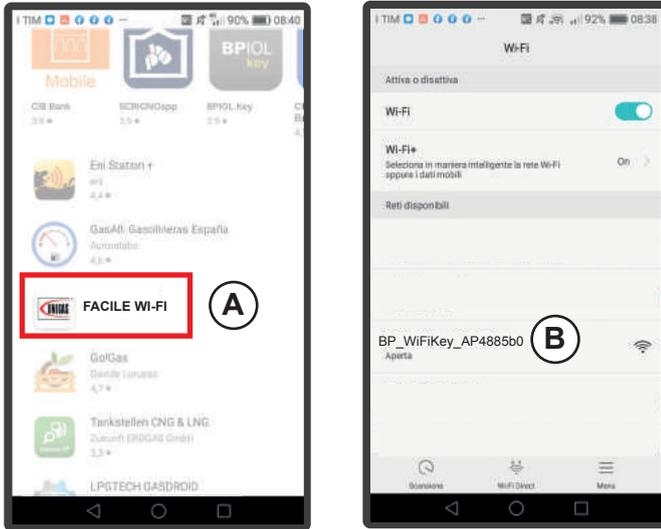

Fig. 1
1.2 - Tramite un dispositivo Android (telefono cellulare o tablet), connettersi alla rete WI-FI (B) generata dal modulo WI-FI del Bruciatore (Fig. 1). Il nome della rete generata dal modulo è riportato sull'etichetta dati (Fig. 2) del Modulo WI-FI.